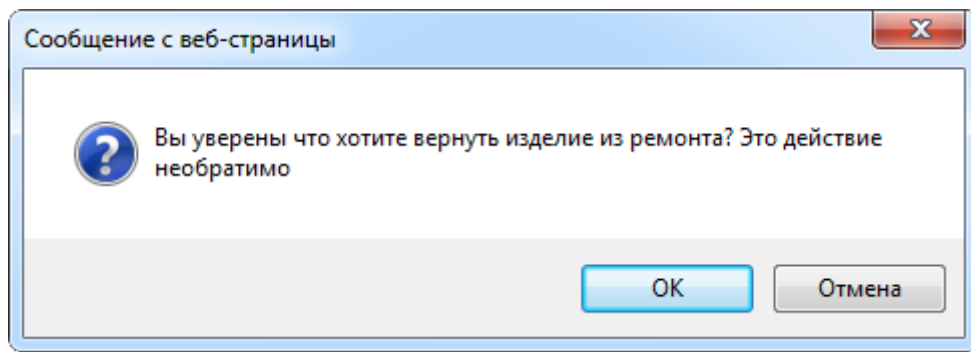

Рис. 7-11 – Диалоговое окно
- 4) В новом окне нажать кнопку «ОК», чтобы подтвердить действие (рис. 7-11):